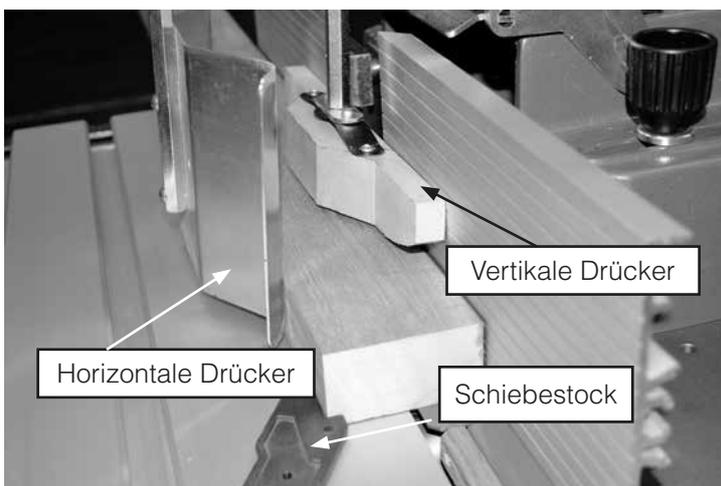

Abb.20
Frässchutz: Ihre Maschine ist mit einem Frässchutz ausgestattet der oben auf dem Fräsanschlag befestigt ist. Er kann zum Werkzeugwechsel nach hinten abgeschwenkt werden. Der Bediener ist vor einem unbeabsichtigten Zugriff zum rotierenden Werkzeug geschützt und das Werkstück wird sicher am Werkzeug vorbeigeführt und angedrückt. Die horizontale Druckfeder (Abb.20) und der vertikale Druckschuh (Abb.20) müssen nun so eingestellt werden, dass das Werkstück vertikal mit einer Vorspannung des Druckschuhs von 3 bis 4 mm an den Tisch, und horizontal mit 20 mm gegen die Lineale (1) gepresst wird. Die Einstellung erfolgt durch verschieben der Kreuzteile und Rändelschrauben.
Immer mitgelieferte Schiebestöcke verwenden (Abb.20)!